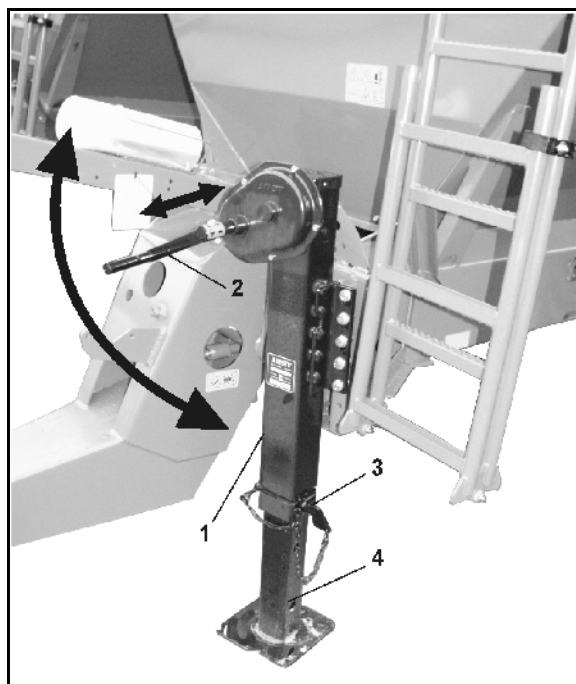

Fig. 40
1. Sveiv støttefoten (Fig. 40/1) med håndsveiven (Fig. 40/2) opp til anslag.
2. Trekk boltene (Fig. 40/3) ut av støttefoten.
4. Stikk boltene inn i nedre hull (Fig. 40/4) og sikre den.
1. Hold fast den indre delen til støttefoten og trekk boltene (Fig. 40/3) ut av støttefoten.
4. Sveiv støttefoten (Fig. 40/1) med håndsveiven (Fig. 40/2) ned til anslag helt til trekkøyet er avlastet.